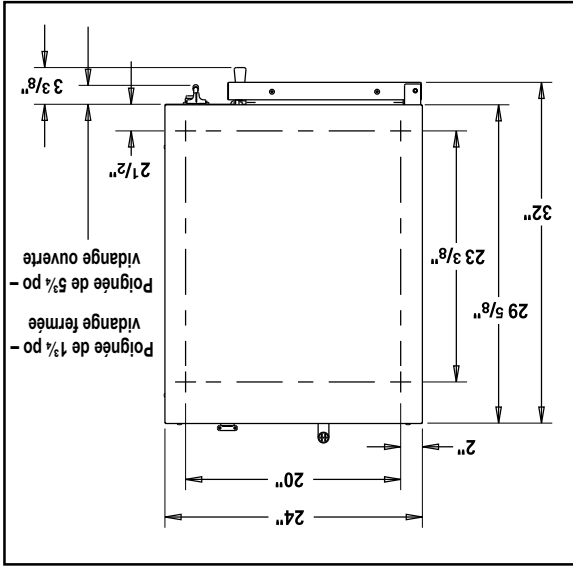

Figure 2 : Ancrage du cuiseur à vapeur
1. Placez le cuiseur à vapeur à l'emplacement voulu sur le comptoir et marquez les quatre coins. Retirez le cuiseur à vapeur et percez des trous de $\frac{1}{2}$ po comme indiqué dans la figure 2.